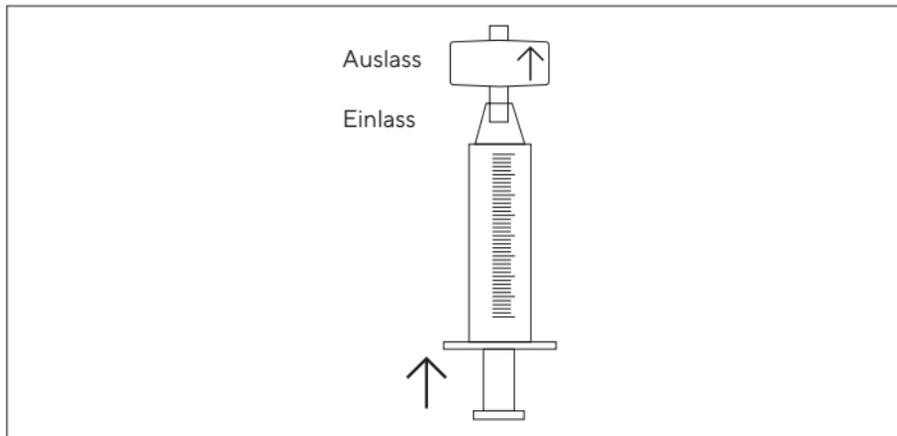

Abb. 7: Luftentfernung durch Füllen der Sartobind® Nano mit Luer-Spritze
- ▶ Eine 10- bis 20-mL-Luer-Spritze mit Äquilibrierungspuffer füllen und mit der Kapsel verbinden. Die Kapsel aufrecht halten (Auslass nach oben) und die Luft wie in Abb. 7 zu sehen hinausdrücken.